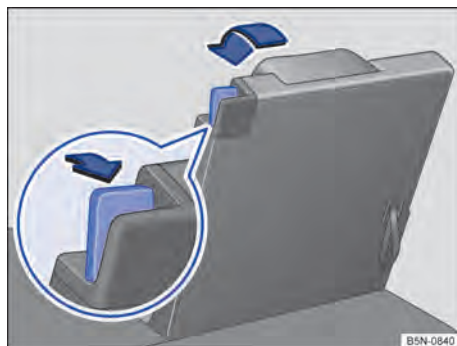

Fig. 86 Rebater a terceira fileira de assentos na posição de assoalho reversível.
- Remover os objetos da área para os pés na frente e atrás do banco traseiro → ①.
- Puxar a alavanca de destravamento → Fig. 86 totalmente para trás para destravar o encosto do banco traseiro.
- Puxar na alça no encosto do banco traseiro → Fig. 86, para rebater para trás o encosto do banco traseiro. **OU:** com a mão, pela parte interior do veículo, rebater de volta o encosto do banco traseiro.
- A marcação vermelha na alavanca de destravamento → Fig. 86 não pode mais estar visível.
- Uma marca vermelha na alavanca de destravamento → Fig. 86 sinaliza um encosto do banco traseiro não encaixado; a marcação vermelha não pode estar visível no estado encaixado.